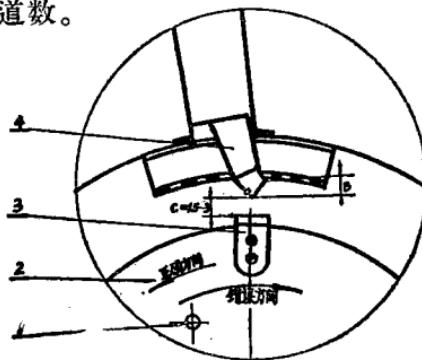

图1-8 安装提麸器后粉碎机旋转方向：
4. 粉碎机装上提麸器后，转子盘的旋转方向应如(图1-8)所示。反转不能提麸。
5. 出麸嘴与扁齿的距离 $C = 1.5 \sim 3$ 毫米最好（图1-8），距离增大，产量降低；距离过小，容易打坏出麸嘴。
6. 出麸口向弧片上焊接时，口的前唇和弧片平齐，不能伸出弧片外，而后唇（即下唇）要伸出弧片外，保证口沿半径的截面宽 $2.5 \sim 3$ 毫米（图1-8 B = $2.5 \sim 3$ 毫米）。否则，出麸面色较黑。